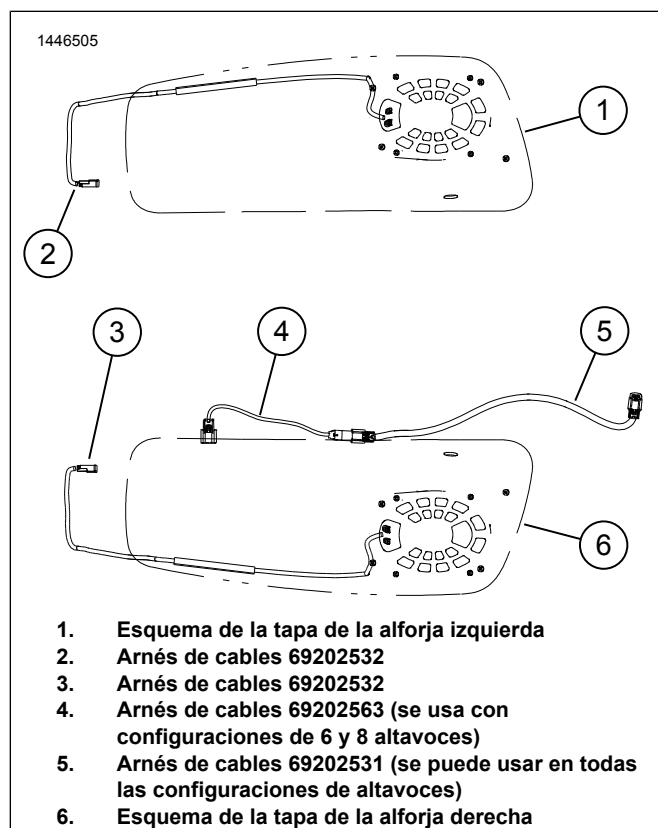
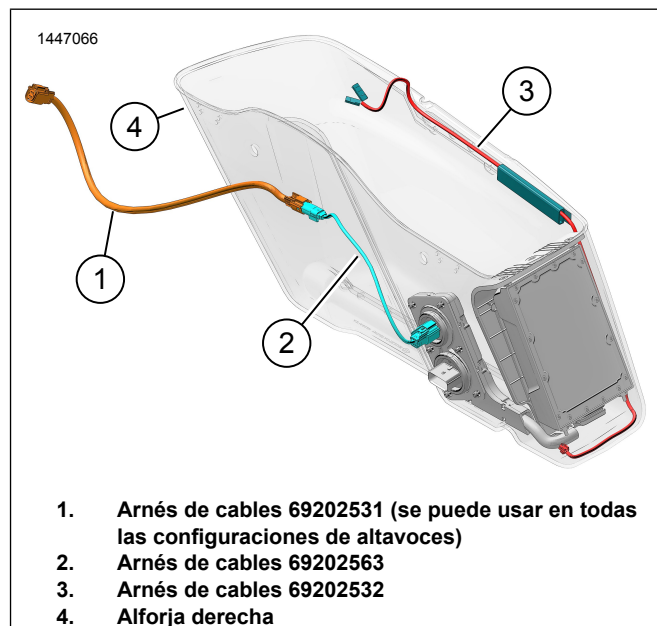

Figura 6. Disposición y tendido del arnés de cables
Figura 9. Tendido del arnés de la alforja derecha (con amplificador)
- a. Consulte la Figura 6. Busque el arnés de cables 69202532 (2).
- a. Consulte la Figura 6. Busque el arnés de cables 69202532 (3).
4. Consulte la Figura 9. Instale el arnés de cables del altavoz derecho.
- a. Tienda el arnés de cables (3) tal como se muestra.
5. Consulte la Figura 6. Busque los arneses de cables 69202563 (4) y 69202531 (5).
6. Consulte la Figura 9. Conecte los arneses 69202531 (1) y 69202563 (2) juntos.
- a. Enchufe el extremo de 4 vías de 69202531 (1) en el conector del arnés del amplificador principal [351A] debajo de la cubierta lateral derecha.
7. Conecte el arnés 69202563 (2) a la alforja.